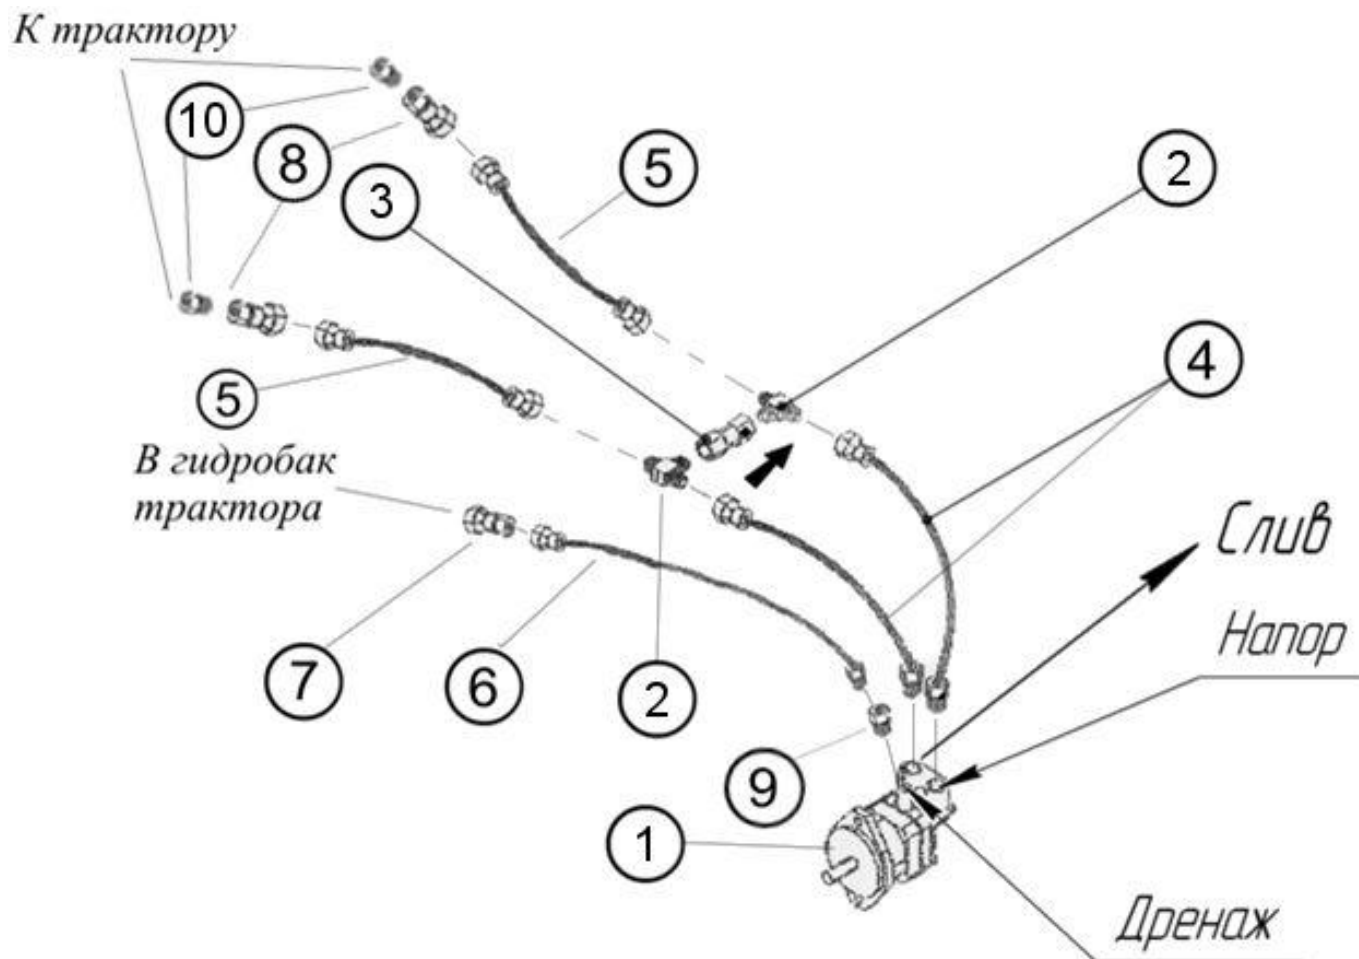
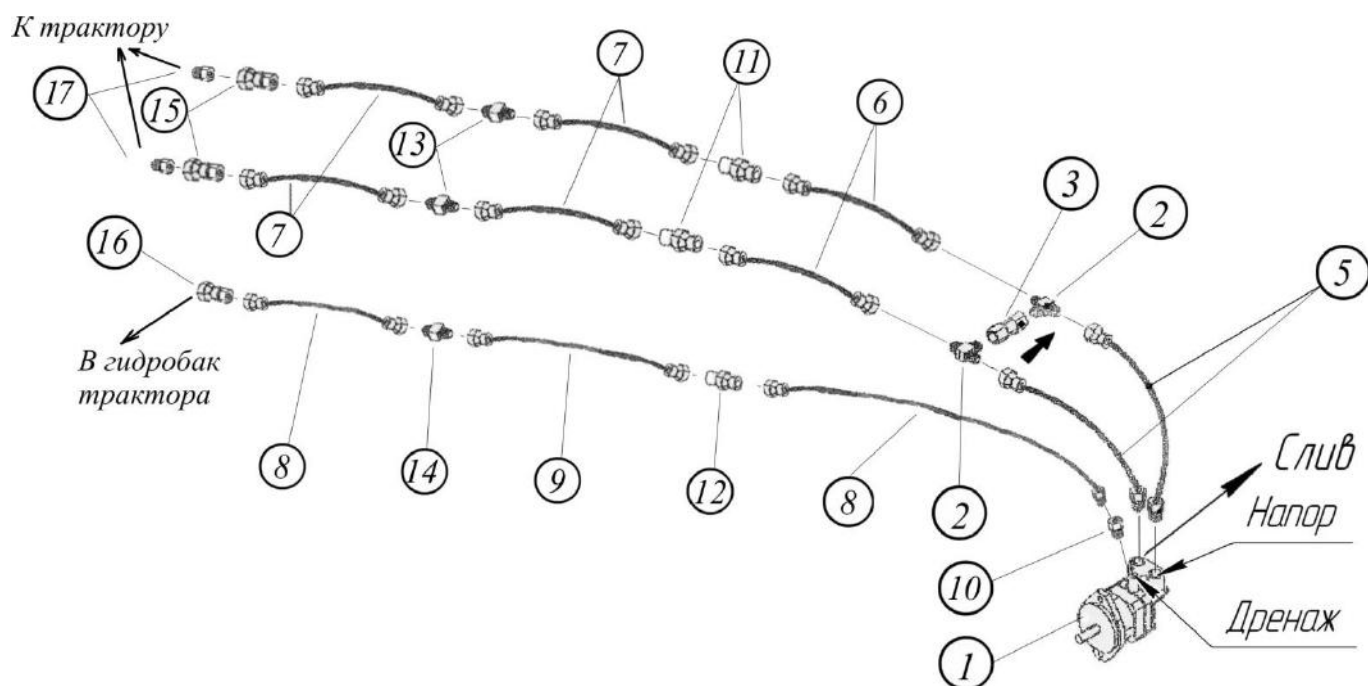

Рис.4.7.1. Гидропривод вентилятора бункера одноосного.
Рис.4.7.2. Гидропривод вентилятора бункера двухосного.
4.7.1. Установите элементы системы гидропривода вентилятора согласно рис. 4.7.1 – для посевного комплекса с одноосным бункером и рис.4.7.2 – для посевного комплекса с двухосным бункером. Номера узлов и деталей см. в табл. 4.7.1, 4.7.2 соответственно и на бирках. Детали поз.1,2,3,5 уже установлены на бункере на заводе изготовителе.
Примечание. Возвратный клапан (поз.3) устанавливать по направлению стрелки из полости «Слив» в полость «Напор» как показано на рис.4.7.1 рис.4.7.2. В зависимости от поставки, на клапане выбита «стрелка» или «точка» по направлению пропускания масла через клапан. Клапан служит для предотвращения резкого стопорения крыльчатки вентилятора при отключении гидросистемы трактора.